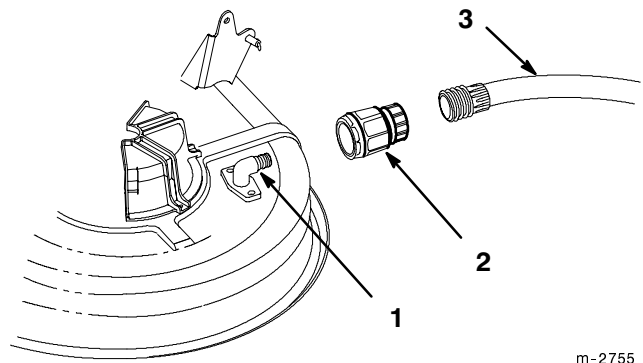

Figure 29
2. Vissez le raccord de lavage sur un tuyau d'arrosage, connectez-le à l'embout de lavage du carter de tondeuse et ouvrez l'eau en grand (Fig. 29).